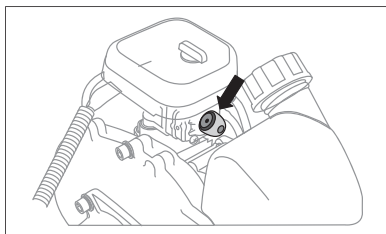

fig. 8
- Apăsăți de cinci-șapte ori pe căpăcelul transparent pentru pomparea manuală a combustibilului (starter), situat între filtru de aer și rezervorul de combustibil, pentru a umple carburatorul cu amestec de combustibil (fig. 8). În acest timp prin căpăcelul transparent al butonului trebuie să se vadă amestecul de combustibil pompat. Dacă căpăcelul nu s-a umplut cu amestec de combustibil, mai apăsați pe starter de câteva ori.